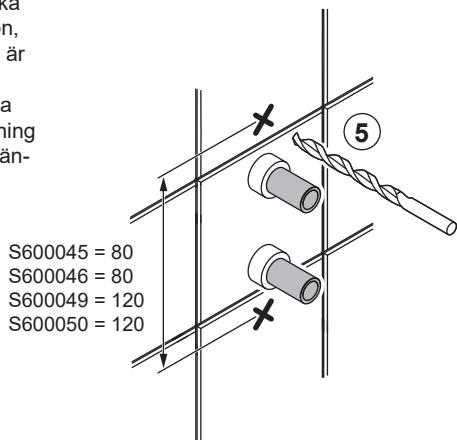

Fig. 1
Alla infästningar med skruv genom tätskikt ska tätas, se "Fig. 1" eller "Fig. 2". Material för tätningsförlaget ska fästa mot underlaget och vara vattenbeständig, mögelresistent och åldersbeständigt.
5. The screw mountings where the bath or shower will be installed should be of a sturdy design, for instance made of concrete, wooden studs, wooden nogging pieces or a design that has been tested and approved for mounting. If mountings are fitted with screws through the moisture barrier, the holes must be sealed. See "Fig. 1" or "Fig. 2". The sealant material must attach firmly to the underlying surface and be water-resistant, mould-resistant and non-ageing.
5. Skru innfestinger på steder for bad eller dusj skal gjøres i betong eller annen massiv konstruksjon, trebjelker, trestendere eller i konstruksjon som er testet og godkjent for innfesting. Alle innfestinger med skru gjennom tettesjikt skal tettes, se "Fig. 1" eller "Fig. 2". Materialelet for tetting skal feste mot underlaget og være vannbestandig, muggresistent og aldersbestandig.